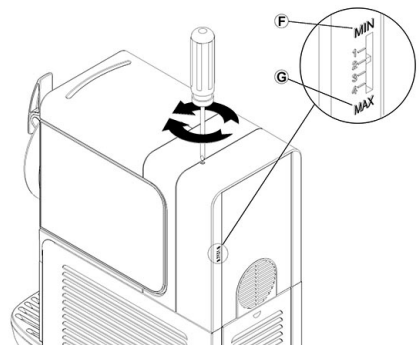

figura 2
- 1 Regulación de la densidad: la densidad ideal del granizado está regulada en fábrica. Para variar dicha densidad, gire con un destornillador el tornillo de regulación alojado en cada una de las paredes traseras del distribuidor (ver figura 2):